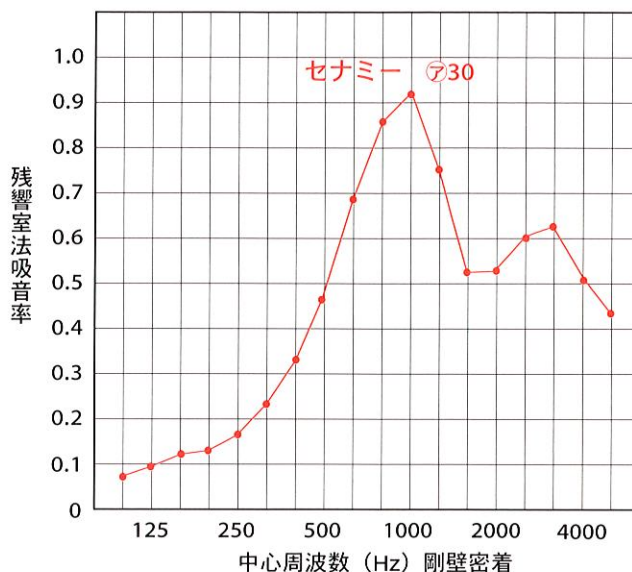

図 1
- *吸音 日常的に要求される音域の吸音性能が良好です。(図1)